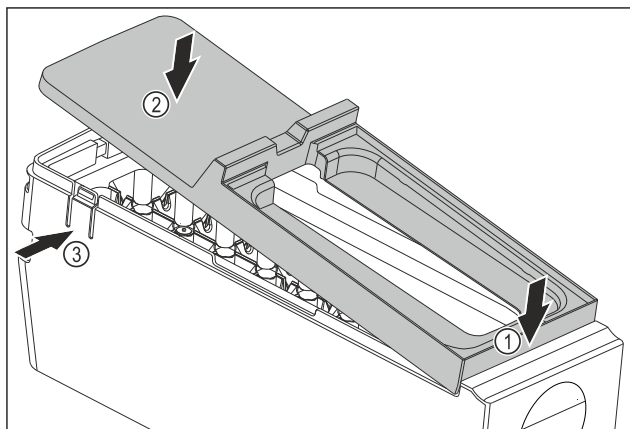

Fig. 134
- ▶ Montirajte poklopac tijela sustava EasyTwist-Ice: Postavite poklopac srijeda Fig. 134 (1)
- ▶ Spustite poklopac straga Fig. 134 (2)
- ▷ Poklopac će se čujno uglaviti u oba jezička Fig. 134 (3).